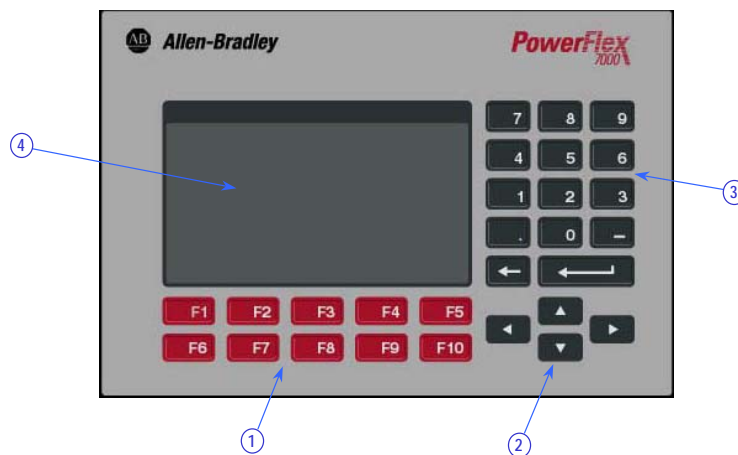

図 3.1 「B」フレーム PowerFlex 7000 オペレータ・インターフェイス・ターミナル
「B」フレームPowerFlex 7000 高圧ドライブのオペレータインターフェイスとして、PanelView 550 ターミナルのインターフェイスが使用されます(図 3.1参照)。ただし、このターミナルはPanelViewとしては機能せず、ハードウェアだけがオペレータインターフェイス用に使われます。PanelViewソフトウェアは、高圧ドライブに必要な機能を盛り込んだ固有のソフトウェアで置き換えられており、フェースプレートのデザインも変更されています(図 3.1参照)。
オペレータインターフェイスのキーパッドは、オペレータインターフェイス画面(図 3.1の④)の下部にあり、2列に合計 10 個のファンクションキー(図 3.1の①)が並んでいます。オペレータインターフェイスの右下には、カーソルキーと呼ばれる 4 つのキー(図 3.1の②)があります。カーソルキーの上には、0～9 の数字と小数点記号(.)、マイナス記号(-)、バックスペースキー、および入力キーからなるデータ入力キー(図 3.1の③)があります。